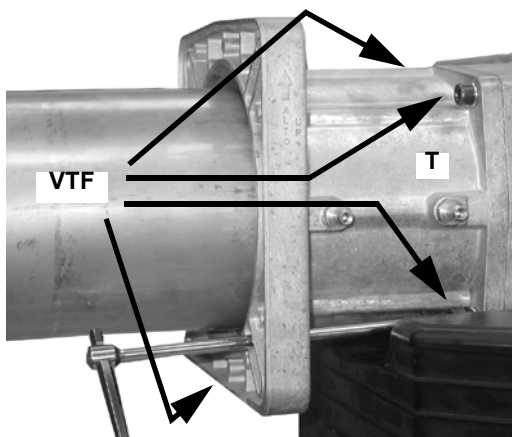

Fig. 10
- 3 Desmontar el botón embridado **T** extrayendo los 4 tornillos de cabeza hexagonal **VTF** (Fig. 10).